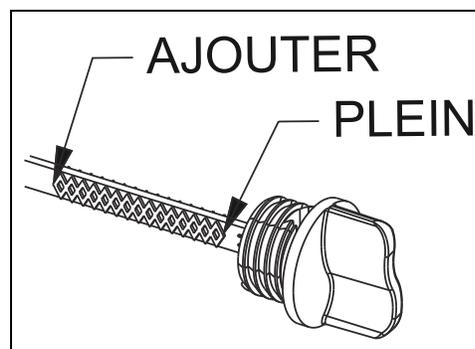

Figure 4-1 : Vérification du niveau d'huile
6. Lisez le niveau d'huile. Le niveau doit se situer à la marque « Full » (plein) sur la jauge et le bouchon de l'orifice de remplissage. Voir la figure 4-1.